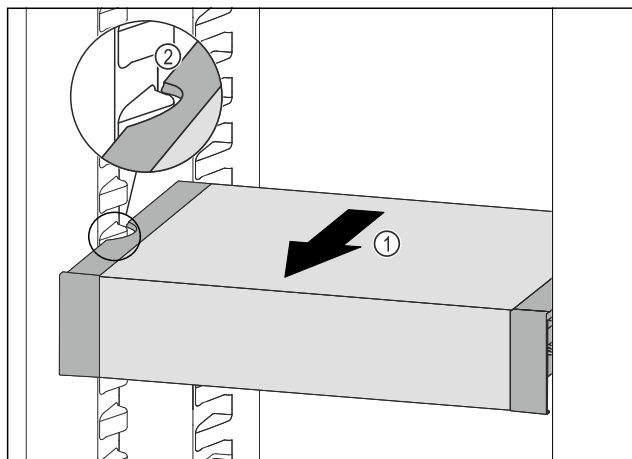

Fig. 190
- VarioSafe nach vorne ziehen Fig. 190 (1), bis sich die seitlichen Aussparungen des VarioSafes auf Höhe der Behälterrippe im Kühlteil befinden. Fig. 190 (2)